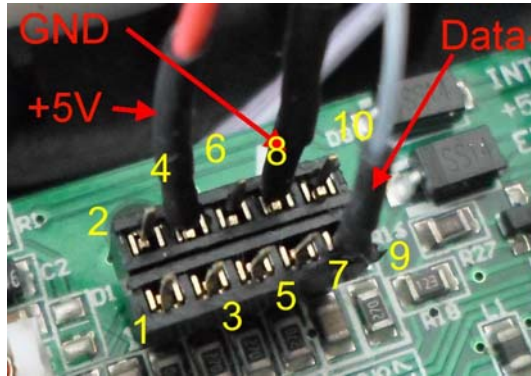

Рис. 4.3.
3. Подключите проводники к гребенке BUS на плате контроллера в соответствии с рис. 4.3. На рисунке показана нумерация контактов разъема.